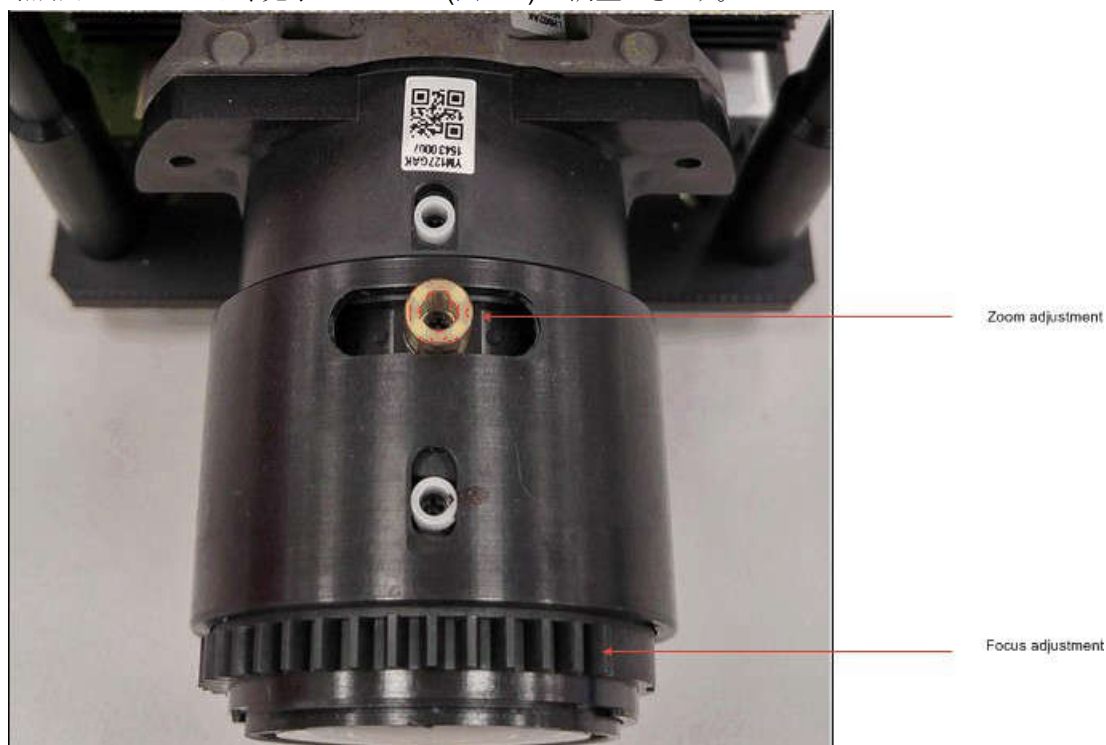

図 6-1. フォーカスおよびズーム調整機能付き光学モジュール
5. 画像の焦点およびズームは、光学モジュール (図 6-1) で調整できます。